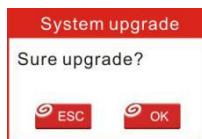

Figura 7-7
11. Una volta completati tutti i passaggi, reinserire la scheda di memoria nello strumento e alimentare lo strumento tramite USB nel computer o tramite la porta OBD2 nel veicolo. Lo strumento richiederà di eseguire l'aggiornamento, fare clic su [OK] per iniziare l'aggiornamento e verrà visualizzata una barra di avanzamento. Potrebbero essere necessari alcuni minuti per completare l'aggiornamento se il file del pacchetto di aggiornamento è troppo grande, attendere. (Figura 7-7)